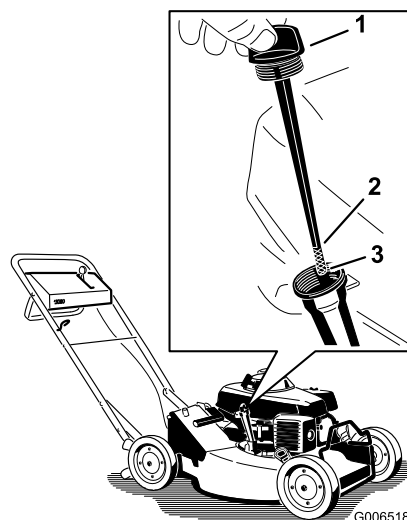

Figure 7
Avant chaque utilisation, vérifiez que le niveau d'huile arrive entre les repères inférieur et supérieur sur la jauge (Figure 7).
2. Nettoyez la surface autour du bouchon de remplissage (Figure 7).